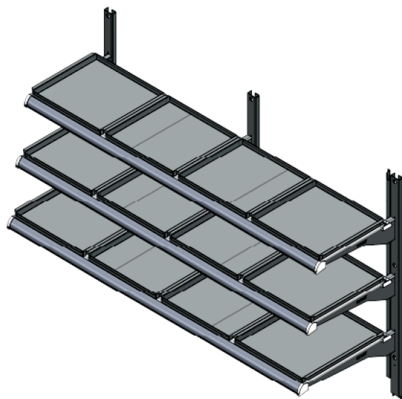

Figura 12: Colocação das bandejas no suporte
2. Encaixe as bandejas nos suportes que já estão fixados no produto conforme figura 12.